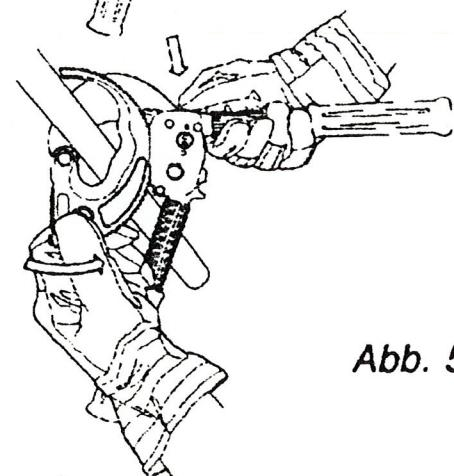

Abb. 5
3. Die Halteklinke niedergedrückt halten und das Drehmesser an das eingelegte Kabel heranführen (Bild 5).